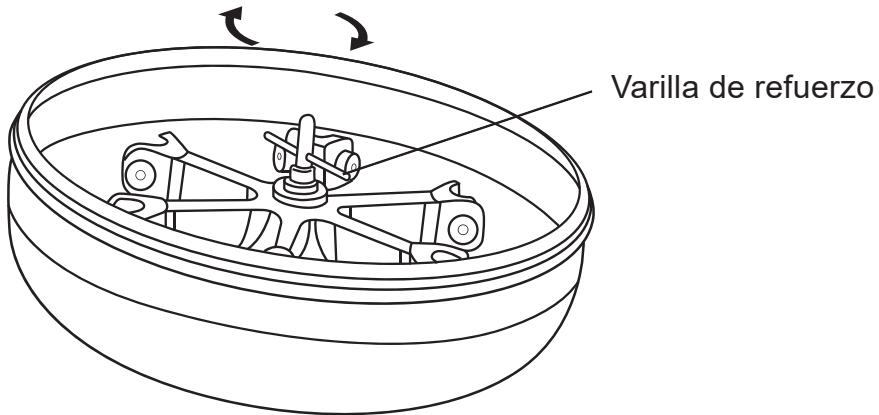

Figura 16. Indicación para el ajuste del rotor.
4. Enrosque el tornillo central (en sentido de las manecillas del reloj) en el orificio roscado de la parte superior del eje impulsor. Finalmente, utilice la varilla de refuerzo suministrada para insertarla en el orificio redondo del tornillo central. Despues apretar el cuerpo del rotor al eje impulsor (Figura 16).